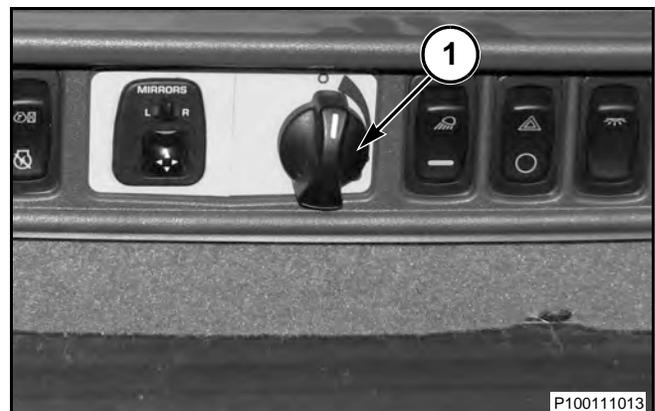

FIG. 34
FIG. 34: Gire totalmente la palanca de control a la derecha a la posición (1) para activar el limpiaparabrisas. Gire la palanca de control en dirección a la izquierda para desconectar el limpiaparabrisas.